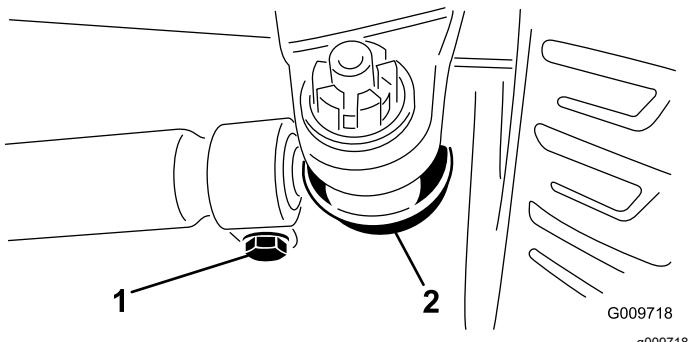

Figura 76
4. Povolte svorky na obou koncích spojovacích tyčí (Figura 76).
3. Chcete-li provést seřízení, vyjměte závlačku a matici z jednoho kulového kloubu spojovací tyče (Figura 76). Demontujte kulový kloub spojovací tyče z podpěry skříně nápravy.